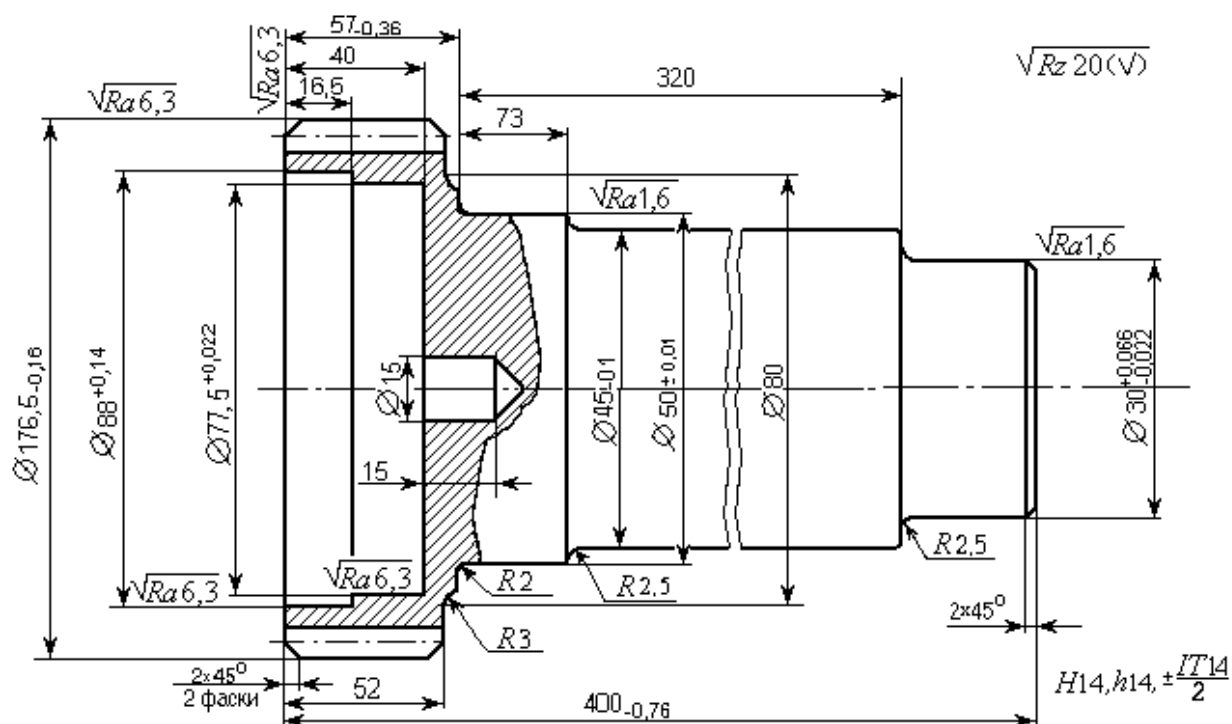

Рисунок 3.21
- деталь «Вал первичный» (рисунок 3.21);